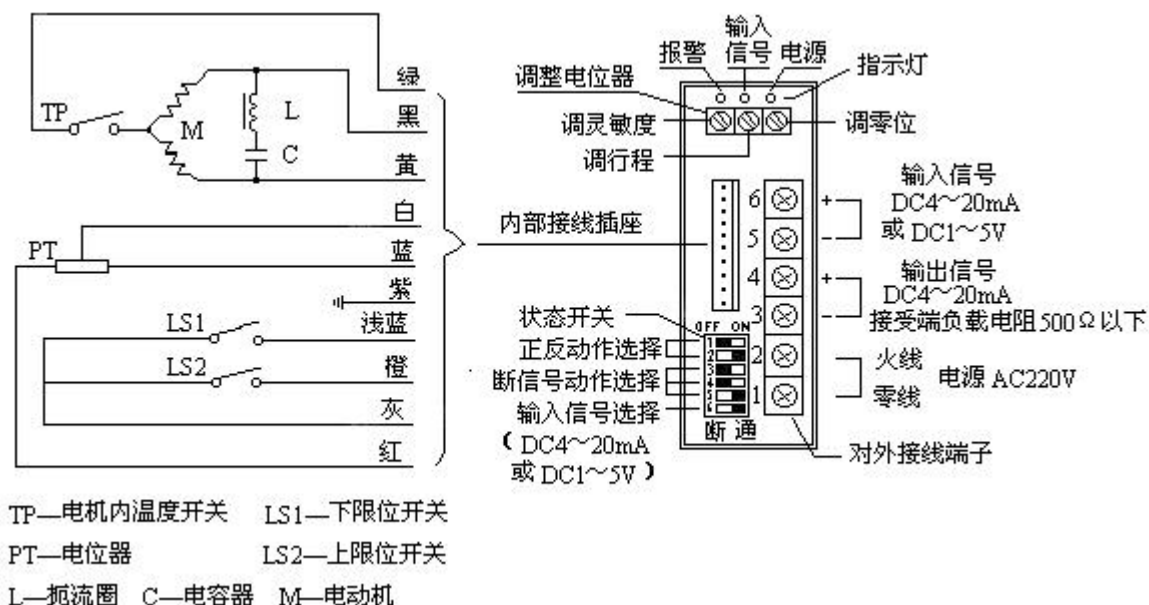

图 7
执行器无论是单机出厂，还是组装在调节阀上出厂，出厂前均已调整，但是考虑到运输及安装过程中可能会发生激烈的振动、撞击等现象，因此在运行之前，应先确认其动作是否准确，如有偏差或不符合现在的要求，则应按以下方法步骤重新调整（见图 7）
- 当输入信号为 4~20mA DC 时，将开关⑥向右拨 ON（通）。
- 当输入信号为 1~5V DC 时，将开关⑥向左拨 OFF（断）。
- ☆ 图 7 中开关⑥向右拨 ON（通），输入信号为 4~20mA DC。
- ☆ 图 7 中开关③、④、⑤的设定是“保持”状态。
☆ 图 7 中的开关①、②设定为“反动作”状态。
见图 7，顺时针旋转“灵敏度”调整电位器，灵敏度增高；逆时针旋转“灵敏度”调整电位器，灵敏度降低。